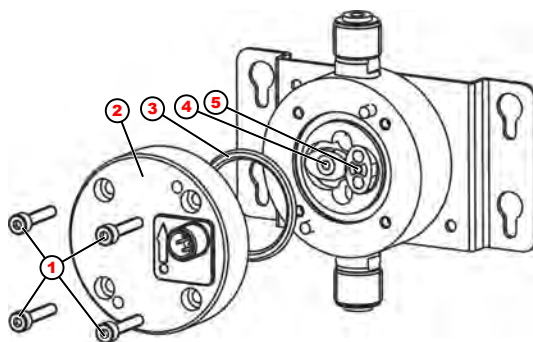

Fig. 5 : Maintenance
- 1.** ➤ Dévisser les 4 vis (Fig. 5 , pos. 1) sur le compteur à roues ovales.
- 2.** ➤ Retirer le couvercle (Fig. 5 , pos. 2).
- 3.** ➤ Enlever ou changer les deux roues ovales (Fig. 5 , pos. 4 + Pos. 5) et les nettoyer.
*Par principe, il est recommandé de remplacer le joint torique (Fig. 5 , pos. 3) entre le couvercle et le boîtier.*